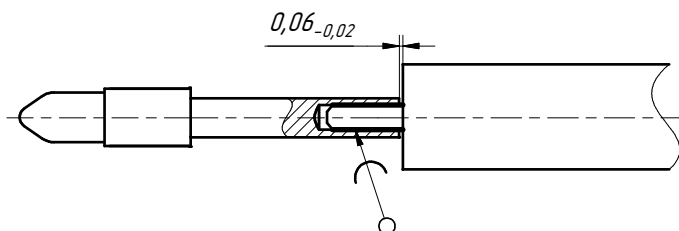

Рис. 18. Пайка штыря на жилу кабеля
- 1) Выполните пайку штыря на жилу кабеля (рисунок 18). Для того, чтобы обеспечить хорошие параметры кабельной сборки, необходимо точно выдержать размер $0,06_{-0,02}$ мм.